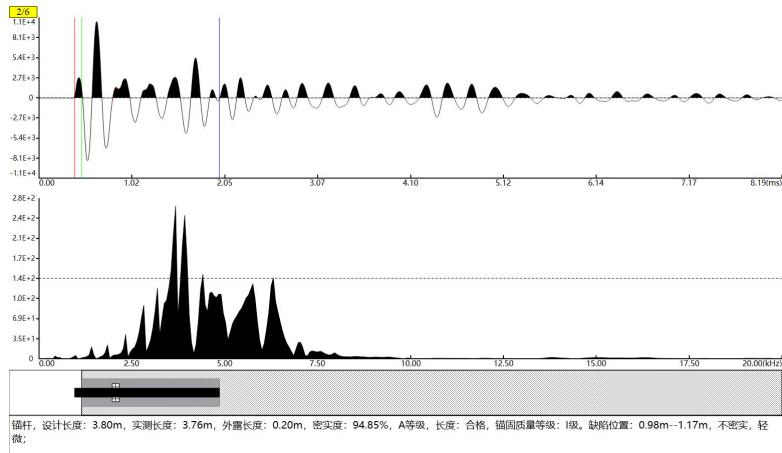

图 4-4 显屏存为图像
- 显屏存为图像：将分析好的波形图以及结果截屏，存为图片，如图 4-4 所示。点击【显屏存为图像】，提示图片截取成功，在数据存放的文件夹里可以找到该图片。